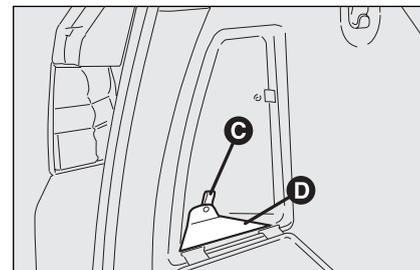

fig. 64
- impugnare la linguetta **C**-fig. 64 per aprire il secondo sportello **D**: risulta in tal modo accessibile la centralina portafusibili.